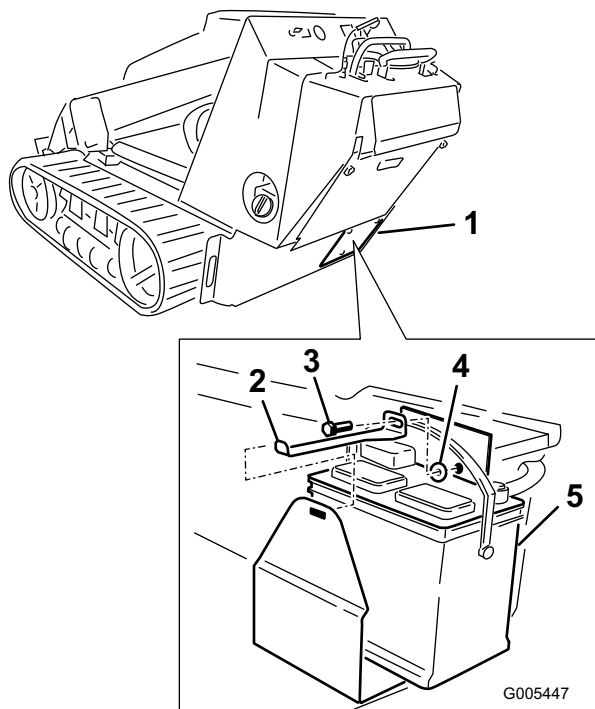

Figura 7
3. Instale la batería en la máquina (Figura 7).
4. Instale la tapa de acceso a la batería (Figura 7).